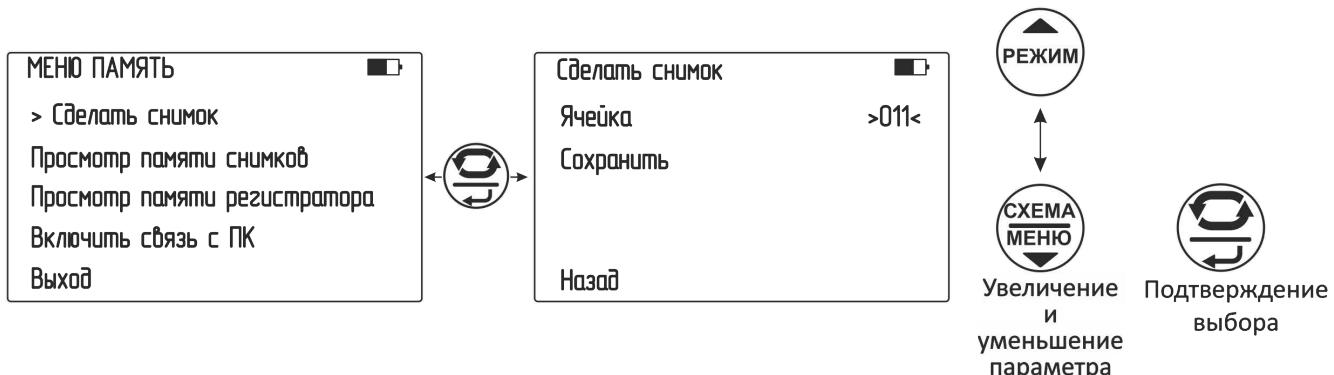

Рисунок 2.16 – Создание снимка
2.4.1 Для создания снимка (записи текущих показаний) при проведении измерений, кратковременно нажмите кнопку  . Прибор перейдет в соответствующий пункт меню памяти (см. рисунок 2.16):